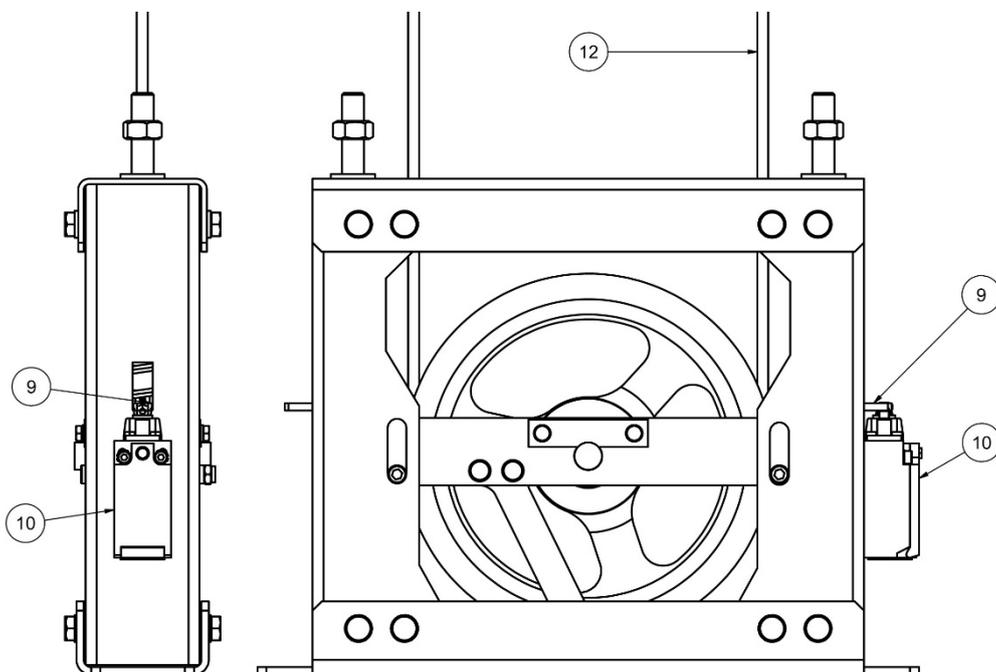

Figura 22: Destensamiento del cable
En el caso de un destensamiento o rotura del cable, el contacto (9) será activado por la pieza Actuador contacto de destensamiento (9), (ver Figura 22), asegurándose la parada de la máquina de tracción.